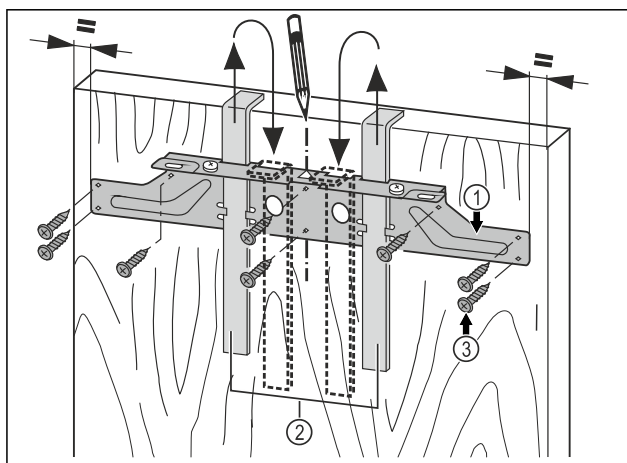

Fig. 19
- ▶ Навесьте крепежную поперечину Fig. 19 (1) с монтажными вспомогательными элементами Fig. 19 (2) на внутреннюю сторону мебельной двери.
- ▶ Выверните крепежную поперечину Fig. 19 (1) по центру на двери.
- ▶ Прикрутите крепежную поперечину Fig. 19 (1) по меньшей мере 6 винтами Fig. 19 (3).
- ▶ Прикрутите крепежную поперечину Fig. 19 (1) 4 винтами Fig. 19 (3) по краю.
- ▶ Вытяните вверх монтажные приспособления Fig. 19 (2) и, развернув, вставьте их в расположенные рядом приемные отверстия.